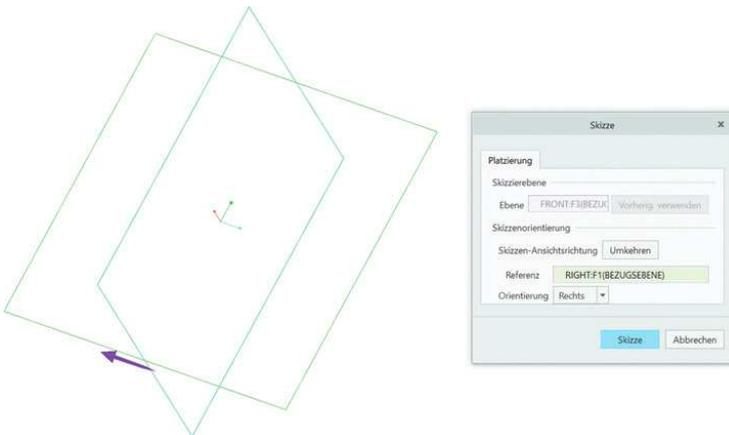

Bild 3.35 Skizzendialog zum Auswählen der Referenzebene oder -oberfläche
Schritt 2 – Skizzierebene definieren: Der Grundkörper der Kamera wird auf der FRONT-Ebene gezeichnet. Dazu klicken Sie nun auf die Registerkarte *Referenz*. An dem roten Punkt im Referenzfenster sehen Sie, dass noch keine Auswahl getroffen wurde. Klicken Sie auf die Schaltfläche *Definieren ...*, und es öffnet sich der Dialog *Skizze* (siehe Bild 3.35). Jetzt wählen Sie im Strukturbaum die FRONT-Ebene aus. Creo sucht sich jetzt automatisch eine weitere Referenz zum Orientieren der Skizze. Hier wurde die RIGHT-Ebene gewählt. Sie können die Auswahl aber jederzeit ändern, wenn Sie auf eine andere Ebene oder Fläche, z. B. die TOP-Ebene, klicken. Über die Schaltfläche *Umkehren* bzw. den violetten Pfeil im Arbeitsbereich können Sie die Ansichtsrichtung ändern und über das Dropdown-Menü die Orientierung, aber das ist vorerst nebensächlich.